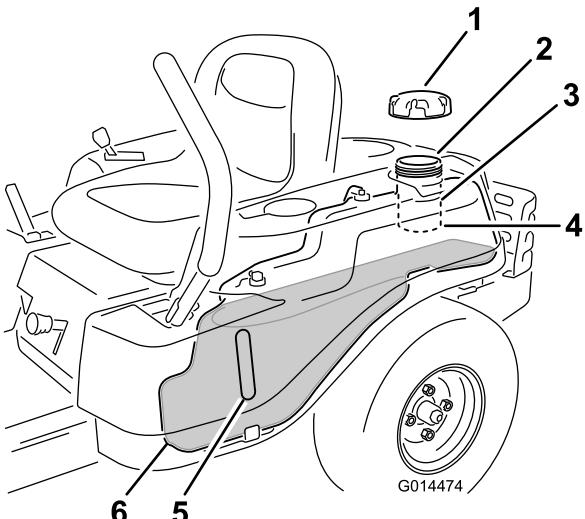

Figura 10
- Nota:** Puede utilizar la mirilla de combustible para verificar la presencia de gasolina antes de llenar el depósito (Figura 10).